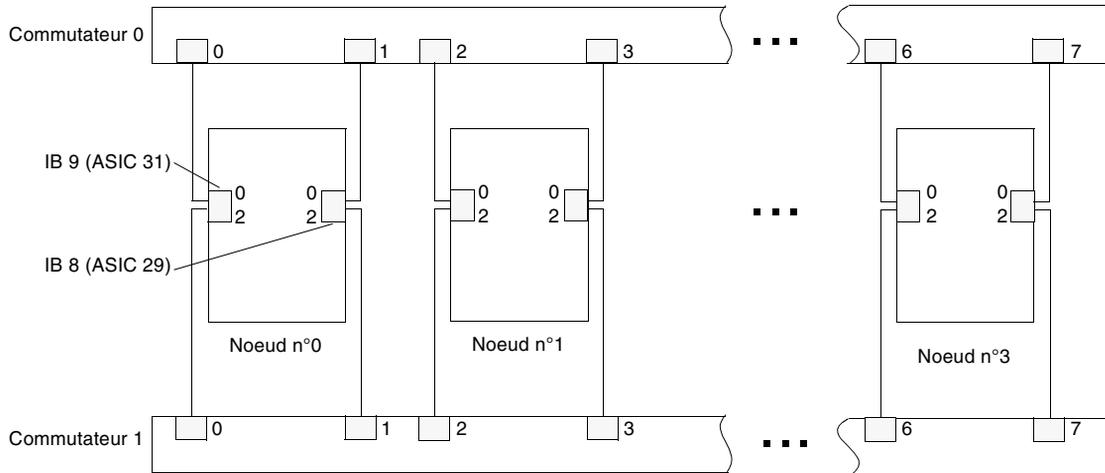
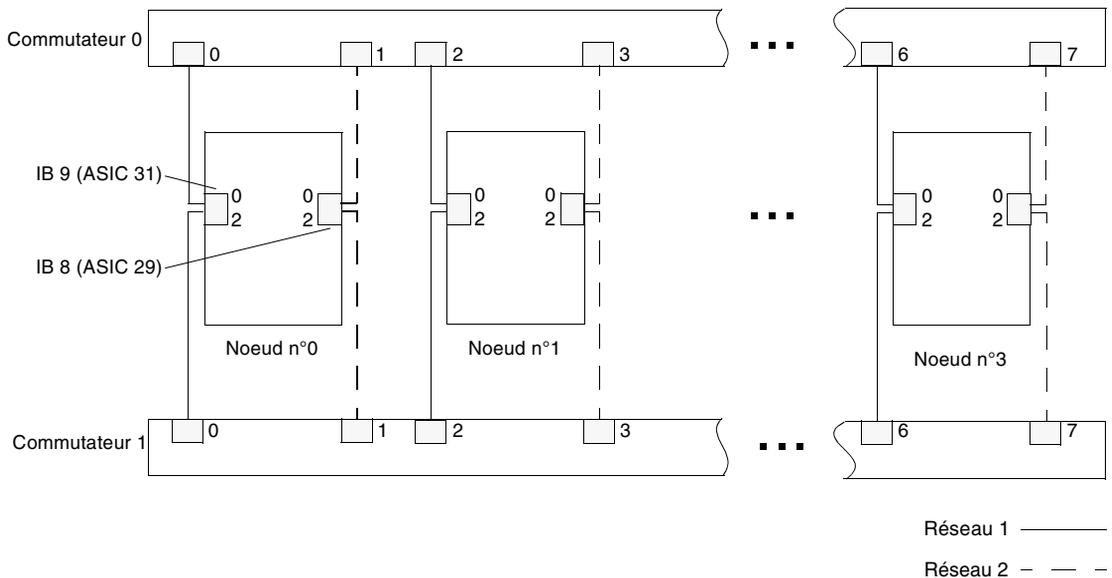

FIGURE 2-11 Configuration de deux à quatre noeuds avec deux commutateurs
FIGURE 2-12 Deux réseaux dans une configuration de commutateur avec deux à quatre noeuds pour des configurations avec clusters Sun
- Une configuration à trois noeuds avec un striping à quatre voies requiert deux commutateurs (FIGURE 2-11).
La FIGURE 2-11 illustre une configuration de deux à quatre noeuds avec deux commutateurs Sun Fire Link.
La configuration de clusters Sun requiert deux réseaux. Pour cette raison, et bien que son câblage (FIGURE 2-12) soit identique au modèle présenté à la FIGURE 2-11, cette configuration ne comporte qu'un striping WCI (striping bidirectionnel).